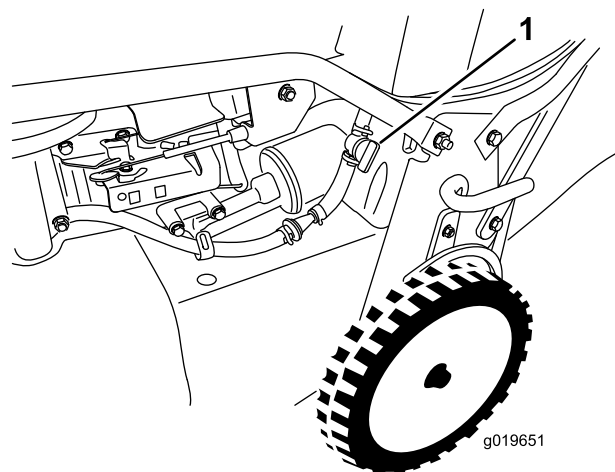

Figura 19
2. Abra la válvula de cierre de combustible (Figura 19).